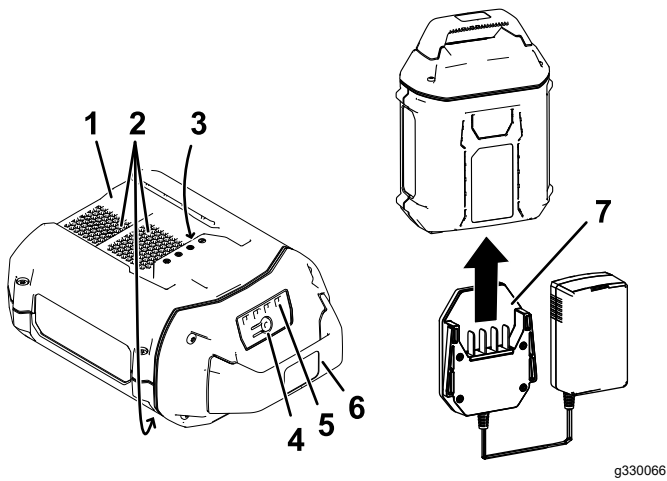

Figura 10
- Alinee el cargador con el hueco de la parte trasera de la batería (Figura 10).
- Introduzca el cargador en la batería hasta que esté completamente asentada (Figura 10).